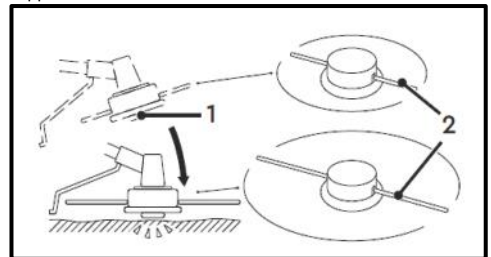

Рис. 28
- Вдарте натискною кнопкою (1) котушки по землі (Рис. 28). Робоча довжина ліски (2) повинна збільшитися, а надлишкова довжина ліски автоматично буде відрізана нерухомим обрізним ножем, який розташований на захисному кожусі.